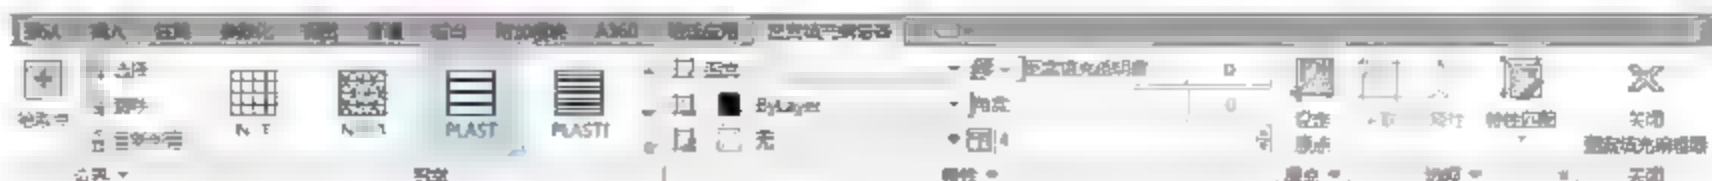

图4-144 【图案填充编辑器】选项卡
- 选项卡：选择填充图案，进入【图案填充编辑器】选项卡，如图4-144所示。